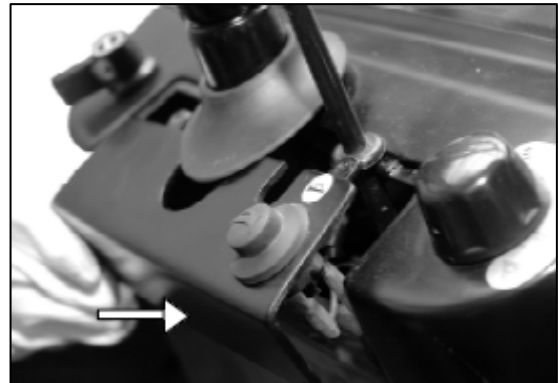

Fig. 152
2. Retire cuidadosamente la parte inferior de la cubierta del tablero de instrumentos. (Fig. 152)